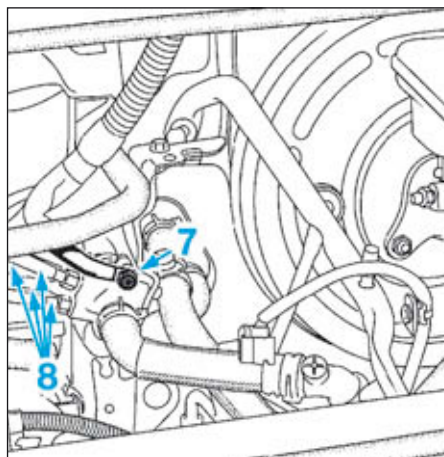

FIG.41
- Déposer (Fig.41) :
- l'écrou (7) du câblage de masse du boîtier thermoplongeurs,
- les connecteurs (8) des thermoplongeurs.